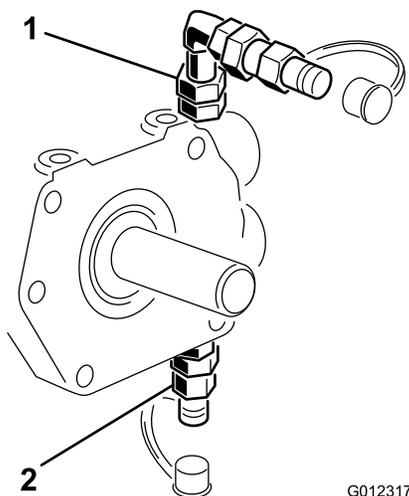
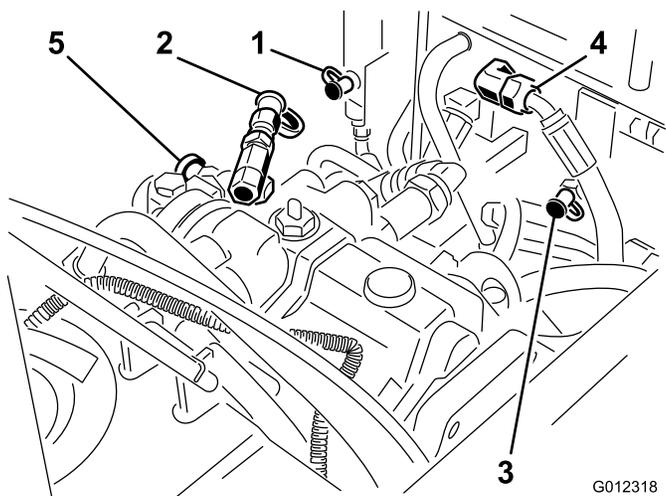

Figura 46
Figura 47
As portas de teste Figura 46 e Figura 47 são utilizadas para testar a pressão nos circuitos hidráulicos. Verifique todas as pressões com o motor na velocidade máxima e com o óleo hidráulico à temperatura de funcionamento.
- Tracção para a frente e para trás (Figura 46) (por detrás dos motores das rodas) tem uma definição de alívio normal de aproximadamente 5300 psi e 50 a 150 psi de pressão de carga. Utilize um medidor com escala total de 7500 a 10.000 psi.